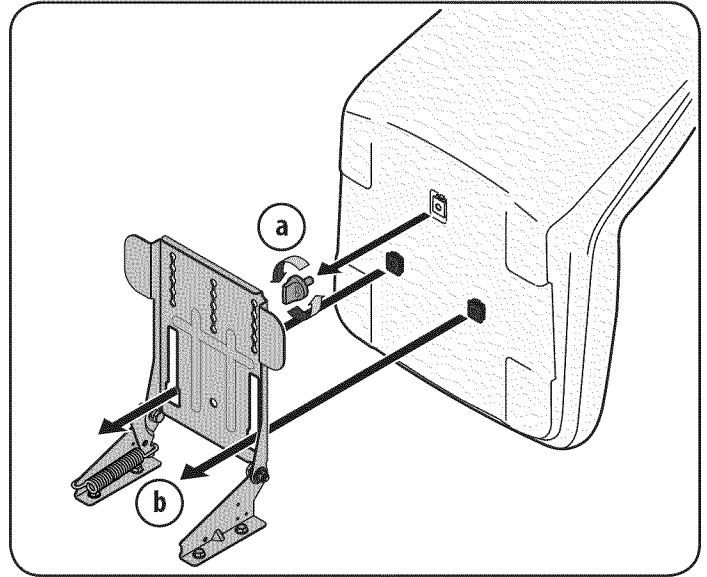

Figure 27
1. Como ya se ha indicado, quitar la perilla de ajuste de asiento instalado en la fábrica en la parte inferior del asiento. Consulte la sección "A" en la Figure 27.
2. Alinear el asiento sobre el soporte de pivote del asiento como se muestra en la Figure 27 y montar el asiento en el soporte de pivote insertando las dos lengüetas de la parte inferior del asiento en las ranuras de la ménsula de pivote.